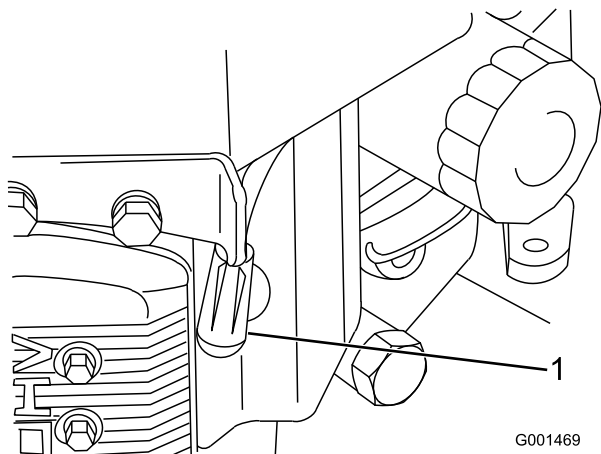

Figure 34
3. Débranchez les bougies (Figure 34).